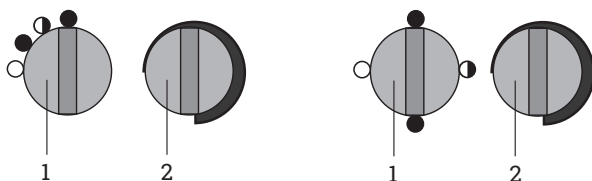

Рис. 2. Варианты блока управления
1. Установить ручку переключателя режимов (1) в положение «0». Повернуть ручку терморегулятора (2) в крайнее против часовой стрелки положение.
2. Для подключения к стационарной электросети тепловая пушка комплектуется сетевой вилкой (установлена на корпусе тепловой пушки) и ответной сетевой розеткой. Кабель питания в комплект поставки не входит. Схему расположения контактов на вилке см. в приложении на рис. 2.
Для включения тепловой пушки в режиме вентиляции необходимо установить переключатель режимов (1) (рис. 2) в положение «1» (вентиляция без нагрева). При этом начнет работать вентилятор.
переключатель режимов (1) (рис. 2) в положение «0» (выключено). При этом вентилятор должен отключиться. Отключить тепловую пушку от источника питания.